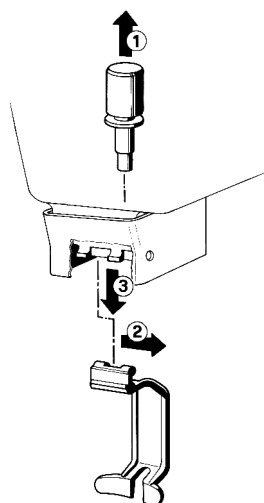

figure 7
1 - Defiler (1) le piston et démonter (2-3) le levier de débit robinet (voir figure 7).